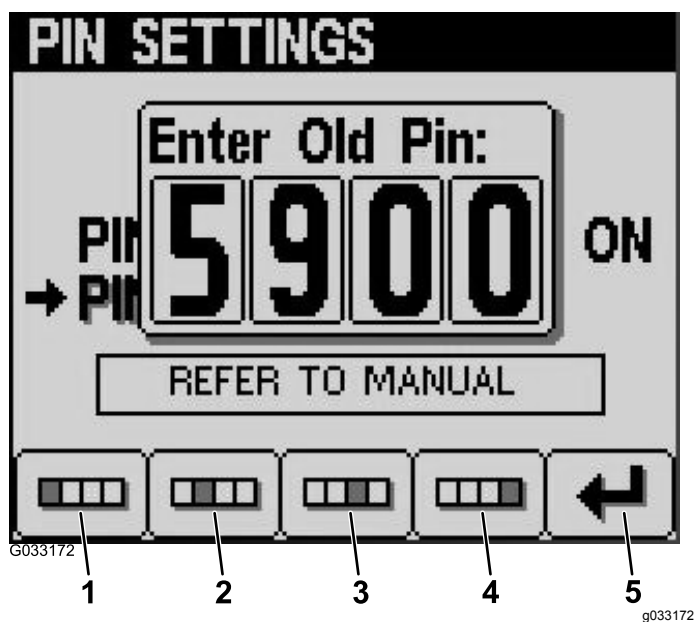

Figura 24
- Inserite il vecchio codice PIN utilizzando i pulsanti da 1 a 4 e premete il pulsante 5 quando avete completato il PIN (Figura 24).